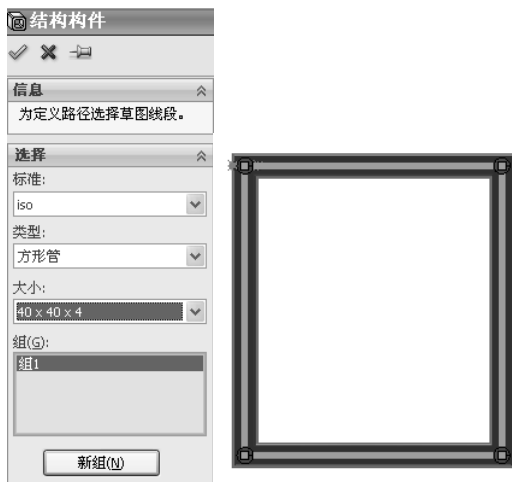

图 10-11 插入结构构件
2) 插入结构构件。单击“焊件”工具栏中的“结构构件”按钮，或执行“插入”→“焊件”→“结构构件”菜单命令，弹出“结构构件”属性管理器。在“标准”选择栏中选择“iso”，在“类型”选择栏中选择“方形管”，在“大小”选择栏中选择“40×40×4”，然后在草图中依次拾取需要插入结构构件的路径线段，结构构件就被插入到绘图区域，如图 10-11 所示。